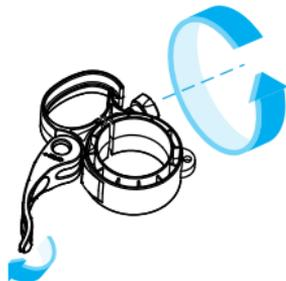

Figure 12
1. Tirez le **Levier** et tournez la **Poignée** du **Clip de Gestion des Câbles** pour relâcher la tension. (Figure 12)